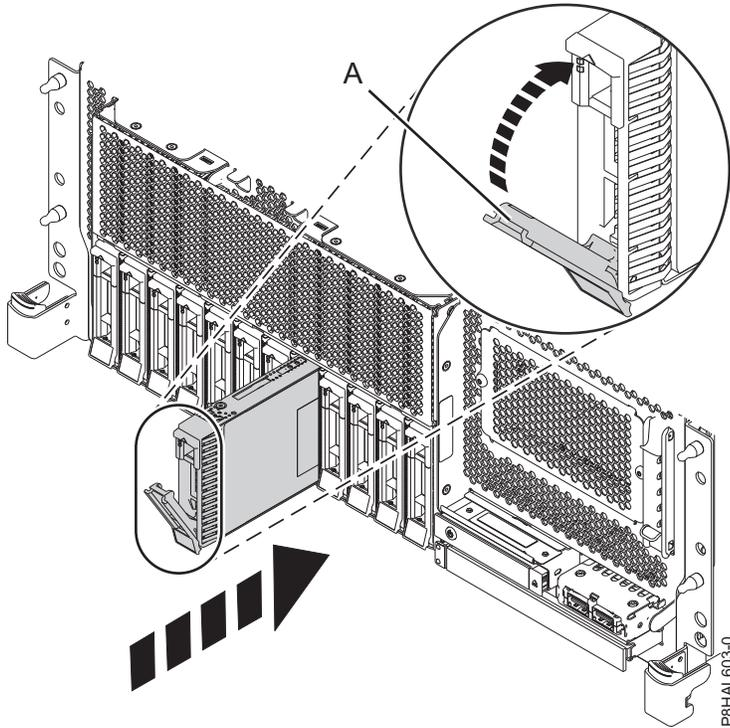
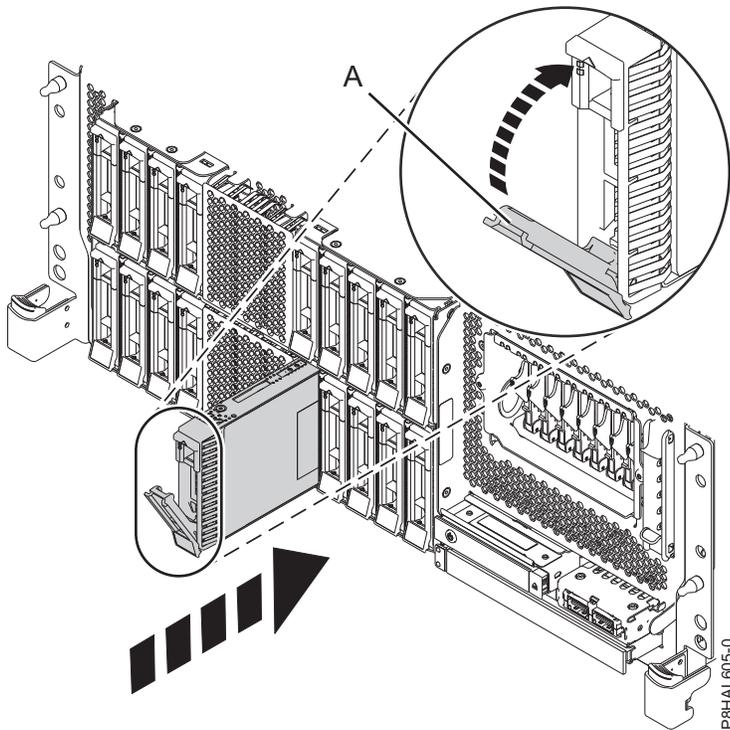

Abbildung 21. Plattenlaufwerk in einem Einschubsystem mit Basisfunktionen installieren
Abbildung 22. Plattenlaufwerk in einem Einschubsystem mit erweiterten Funktionen installieren
4. Entriegeln Sie den Griff (A) des Laufwerks, indem Sie ihn zusammendrücken und zu sich hin nach außen ziehen. Wird der Griff nicht ganz nach außen gezogen, lässt sich das Laufwerk nicht in das System einschieben. Siehe Abb. 21 auf Seite 28, Abb. 22 auf Seite 28, Abb. 23 auf Seite 29 und Abb. 24 auf Seite 30.
8. Wenn die Kennzeichnungs-LED leuchtet, ohne zu blinken, schieben Sie das Laufwerk ganz in das System ein und drücken den Griff des Laufwerks (A) ein, bis er einrastet (siehe folgende Abbildung). Abb. 21 auf Seite 28, Abb. 22 auf Seite 28, Abb. 23 auf Seite 29 und Abb. 24 auf Seite 30.